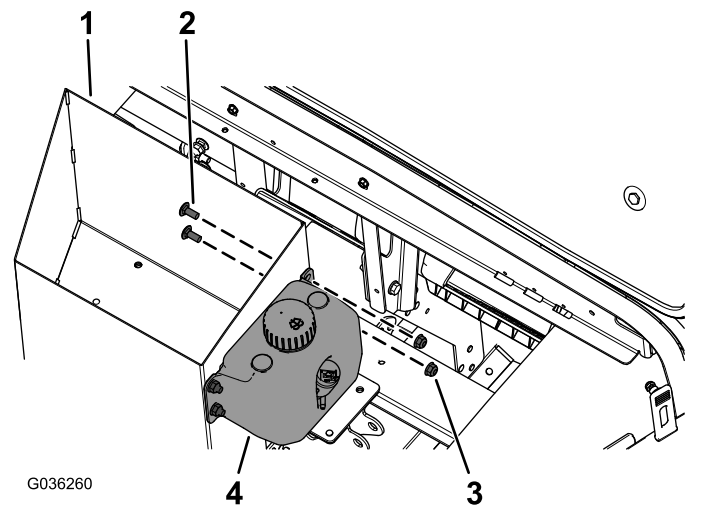

Bild 1
1. Befestigen Sie den Behälter für die Scheibenwaschanlagenflüssigkeit mit den vier Bundkopfschrauben ($\frac{1}{4}$ " x $\frac{5}{8}$ ") und vier Sicherungsmuttern ($\frac{1}{4}$ ") am Ablagekasten, wie in Bild 1 abgebildet.